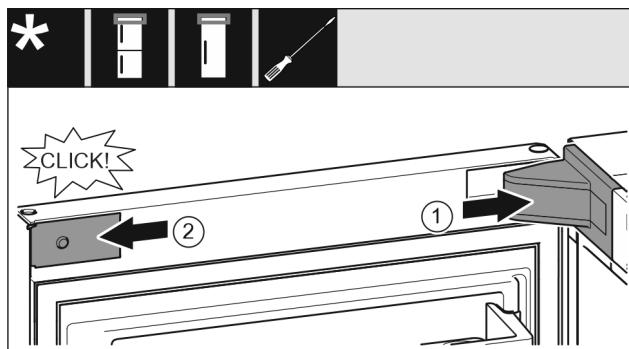

Fig. 34
- ▶ Namestite pokrov in ga zataknete, po potrebi ga previdno potisnite narazen. Fig. 34 (1)
- ▶ Ob strani namestite zaslonko in jo zataknete. Fig. 34 (2)